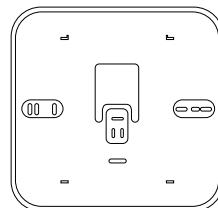

Fig. 10
- Montare, se necessario, la placca di supporto alla scatola elettrica, fornita all'interno del kit (fig. 10).
Il Sensore Ambiente Wireless esegue un monitoraggio continuo del livello di carica delle batterie, la cui durata è di circa 2 anni. Quando la carica si sta esaurendo, il display visualizza il simbolo “” (fig.10). Provvedere a sostituire le pile come precedentemente descritto.